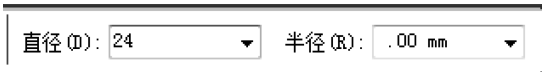

图 6-47 填入直径尺寸值
(4) 单击【绘制草图】选项卡【绘图】区域下的 $\bigcirc$ 【圆】按钮下的【中心和点画圆】，在弹出的菜单栏中的直径(D): 【直径】中填入值 24mm，如图 6-47 所示。